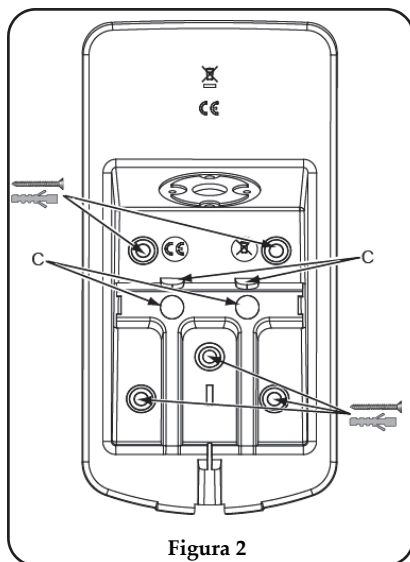

Figura 2
2. Aprire i 5 fori a sfondare della staffa di fissaggio ed usarla come dima per il montaggio (vedi Figura 2).
3. Inserire il cavo esterno dal retro della staffa di montaggio (vedi Figura 2)